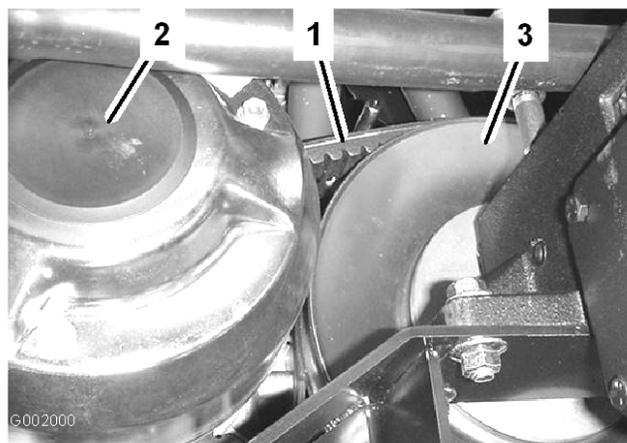

図 64
1. 二次クラッチを回しながら二次クラッチ部分でベルトを外す (図 64)。